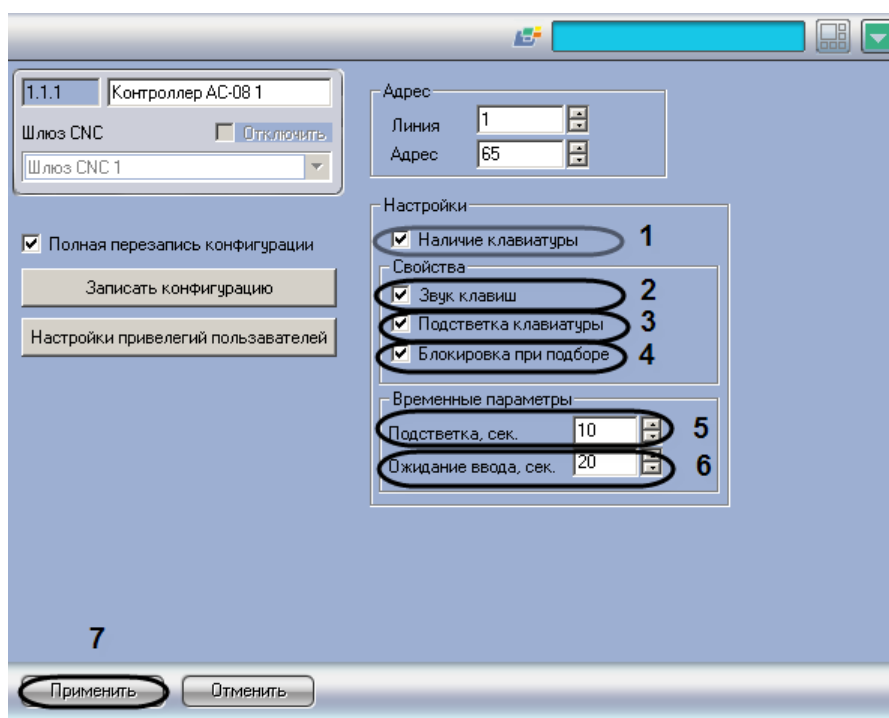

Рис. 3.5—3 Настройка клавиатуры
- Перейти на панель настроек объекта **Контроллер AC-08** (Рис. 3.5—3).
2. Для того, чтобы активировать клавиатуру, необходимо установить флажок **Наличие клавиатуры** (см. Рис. 3.5—3,1).
3. Для того, чтобы активизировать звуковое оповещение при нажатии клавиш, необходимо установить флажок **Звук клавиш** (см. Рис. 3.5—3,2).
4. Для того, чтобы активизировать подсветку клавиатуры, необходимо установить флажок **Подсветка клавиатуры** (см.Рис. 3.5—3,3).